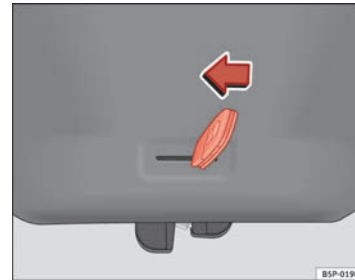

Abb. 49 Heckklappe: Notöffnung
- Den Schlüsselbart in den Schlitz stecken und das Verriegelungssystem entriegeln, indem der Schlüssel von rechts nach links in Richtung Pfeil bewegt wird ⇒ Abb. 49.